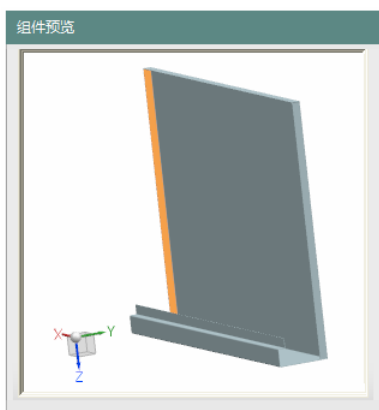
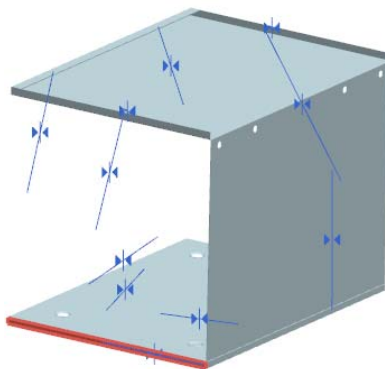

图 11-276 选择相配部件
图 11-277 选择基础部件
(4) 在“装配约束”对话框中，选择“距离”类型，在视图区选择相配部件和基础部件，如图 11-276 和图 11-277 所示。